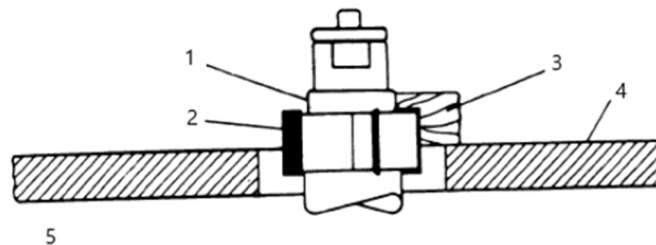

Figura 6
5. Em nenhuma circunstância uma pequena peça de trabalho deve ser moldada contra os colares, conforme mostrado na figura 6.